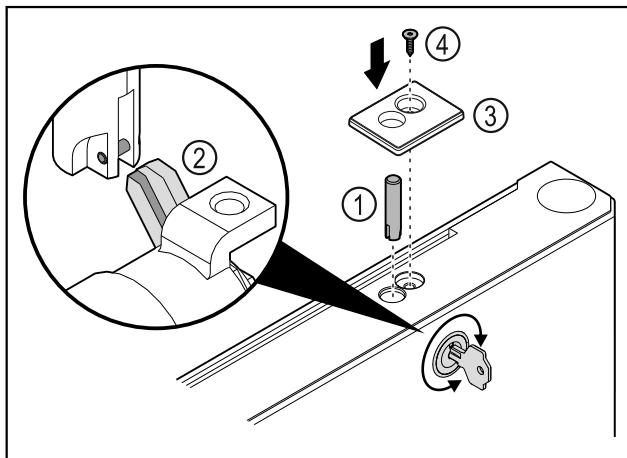

Fig. 46
- Вставити палець замка Fig. 46 (1).
- Трохи повернути замок, щоб палець замка Fig. 46 (2) зафіксувався в щілині замка.
- Вставте кришку Fig. 46 (3).
- Вставити гвинт Fig. 46 (4).